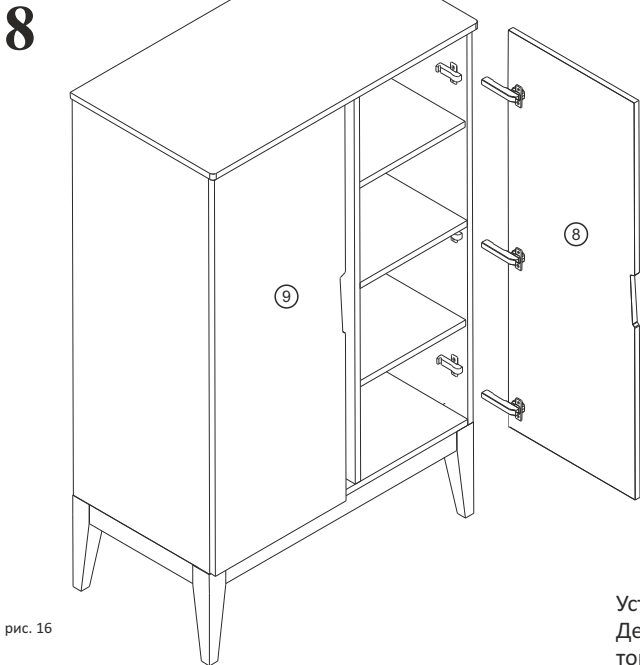

рис. 16
7. Установить петли в отверстия на фасадах и закрепить с помощью саморезов, как показано на рисунке. Установить фасады (рис. 16)